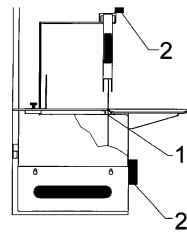

Fig. 7.8.1
7.8. - Nettoyage de le goujon guide-lame (Fig. 7.8.1)